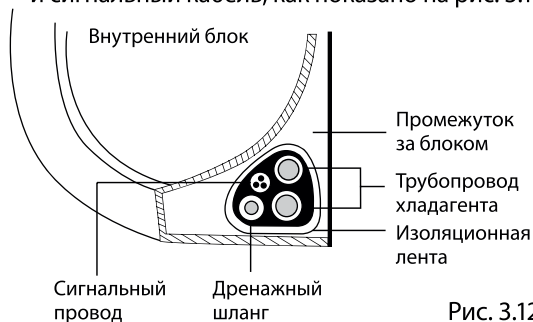

Рис. 3.12
1. Обвяжите дренажный шланг, трубы хладагента и сигнальный кабель, как показано на рис. 3.12.
3. С помощью теплоизолирующей ленты плотно свяжите вместе сигнальный провод, трубы хладагента и дренажный шланг. Повторно проверьте, что комплект связан, как показано на рис. 3.12.